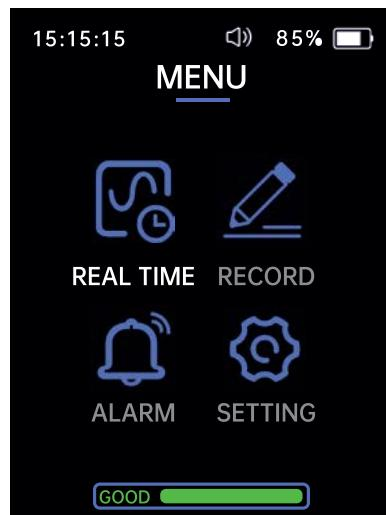

Abbildung 2
Drücken Sie die Links- (4) und Rechts-Taste (8), um zu den Menüfunktionen zu gelangen (Abb. 2).
Pulse los botones Izquierda (4) y Derecha (8) para ir a las funciones del menú (fig. 2).